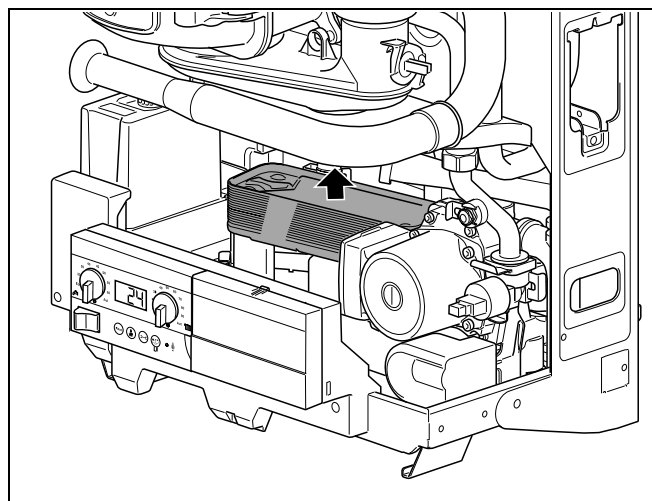

fig. 54 Platenwisselaar vervangen
- Haal de platenwisselaar eruit (→ fig. 54).